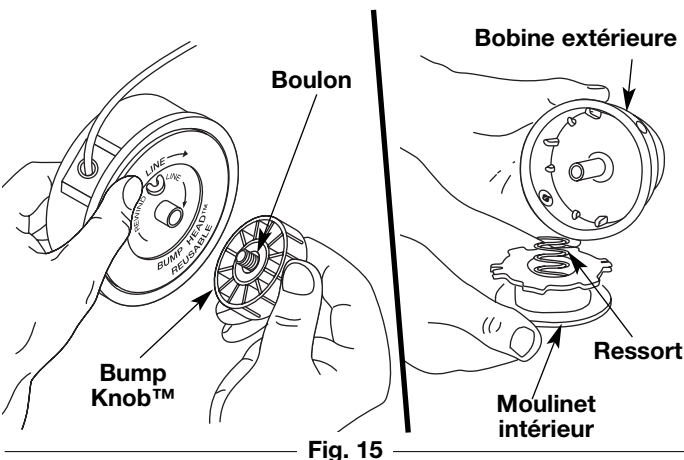

Fig. 15
1. Tenez la bobine extérieure d'une main et dévissez le bouton de butée vers la gauche (Fig. 15). Inspectez le boulon à l'intérieur du bouton de butée pour vous assurer qu'il se déplace librement. Remplacez le bouton de butée s'il est endommagé.
2. Retirez le moulinet intérieur de la bobine extérieure (Fig. 15).
3. Retirez le ressort du moulinet (Fig. 15).
2. Retirez l'ancien moulinet intérieur de la bobine extérieure (Fig. 15).
3. Retirez le ressort de l'ancien moulinet intérieur (Fig. 15).